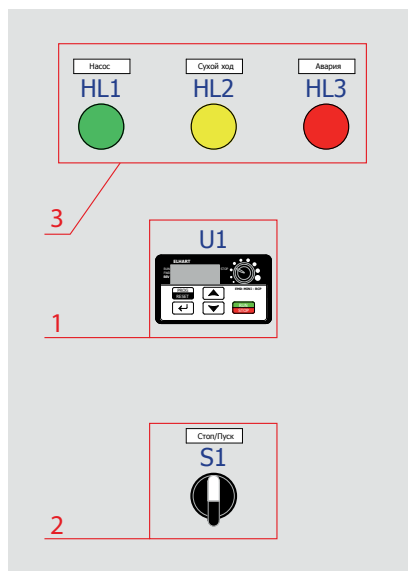

Рисунок 6.1 – Органы управления и индикации для модификаций ШУ без ручного управления КАСКАД 10-xxx-1-0:
- пульт управления (позиция 1, рисунок 6.1, 6.2, 6.3) является основным органом управления ШУ и позволяет управлять работой двигателя насоса;
- поворотный тумблер (переключатель) (позиция 2, рисунок 6.1, 6.2, 6.3) служит для переключения режимов работы (см. раздел 6.2).